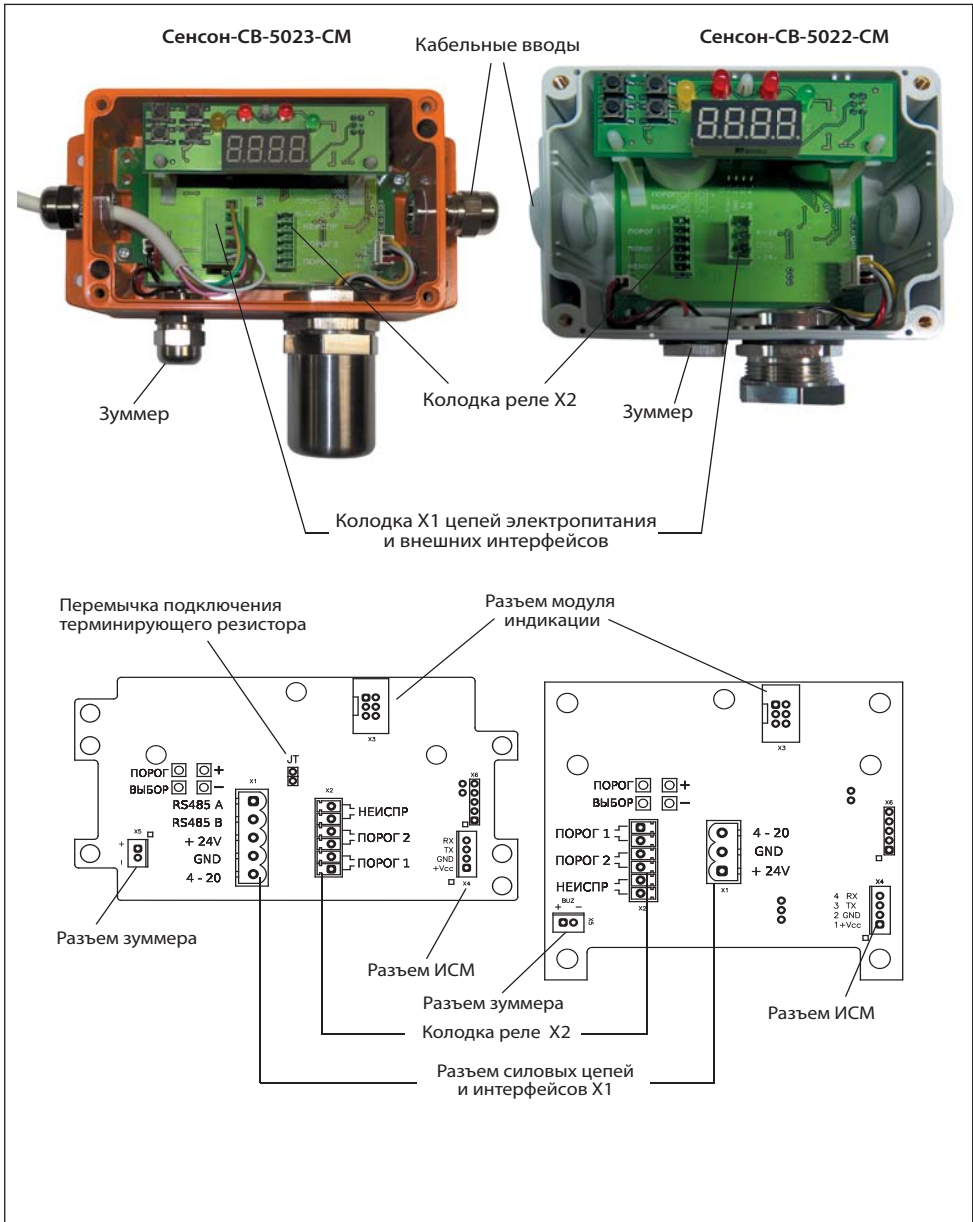
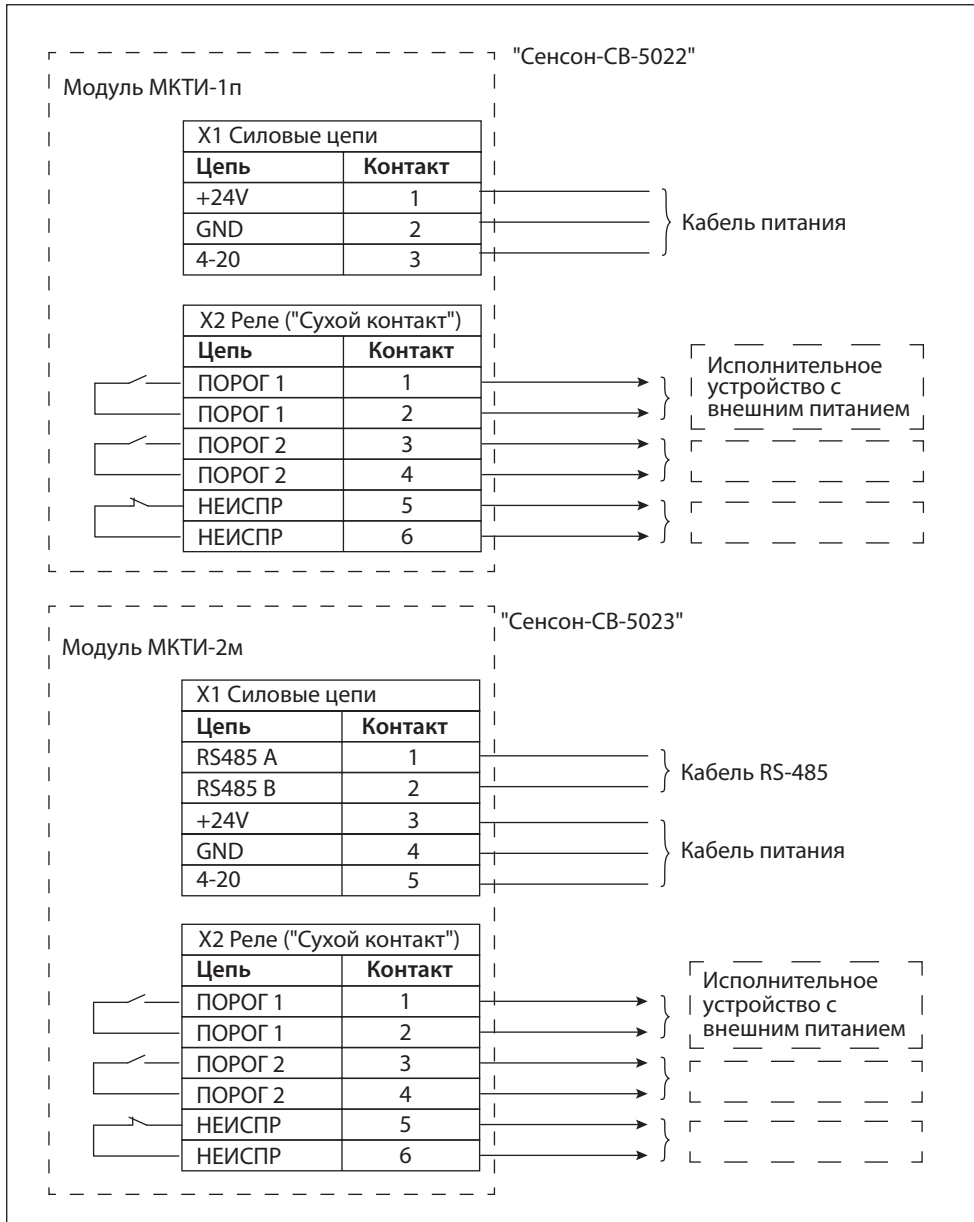

Рис.10. Коммутационные элементы: модель 5023 (слева), модель 5022 (справа)
Рис.11. Схема подключения ГС "Сенсон-СВ-СМ": модели 5022 (сверху) и 5023 (снизу)
5. Отсоедините кабельную часть разрывных колодок. Подключите кабели в соответствии с маркировкой на плате (рис.10) и схемой подключения (рис.11), прочно закрутите отверткой фиксирующие винты кабельных колодок.
7. При работе с моделью 5023, если необходимо отключить/подключить терминирующий резистор (в зависимости от конфигурации сети), снимите/установите перемычку в позицию JT (см. рис. 10).
8. Убедитесь, что разъемы модуля индикации, ИСМ, зуммера подключены (рис.10).
Последовательно нажимая кнопки ПОРОГ, ВЫБОР и "+", с помощью тестера сопротивления проверьте факт замыкания трех реле. Тестер необходимо подключать к проводам, соединенным с колодкой реле (см. рис.10, 11).